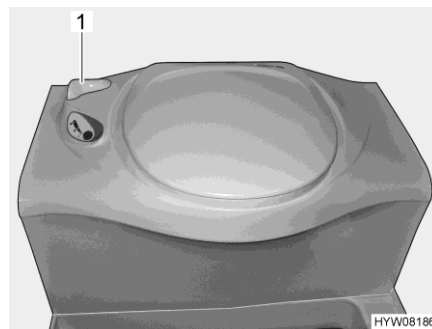

Fig. 276 Inodoro Thetford
- Antes del lavado, abrir la corredera del inodoro Thetford. Para ello, girar la palanca de corredera (Fig. 276,1) en sentido contrario a las agujas del reloj.
- Tras el lavado, cerrar la corredera. Para ello, girar la palanca de corredera (Fig. 276,1) en sentido de las agujas del reloj.